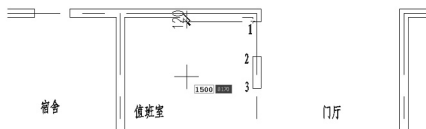

图 3.54 指定尺寸线位置
③ 在**指定尺寸线位置或 [多行文字 (M)/ 文字 (T)/ 角度 (A)/ 水平 (H)/ 垂直 (V)/ 旋转 (R)]**: 提示下，将光标水平向左拖动，输入“1500” (图 3.54)，以指定尺寸线和捕捉点之间的距离为 1500mm，然后按 Enter 键结束命令。